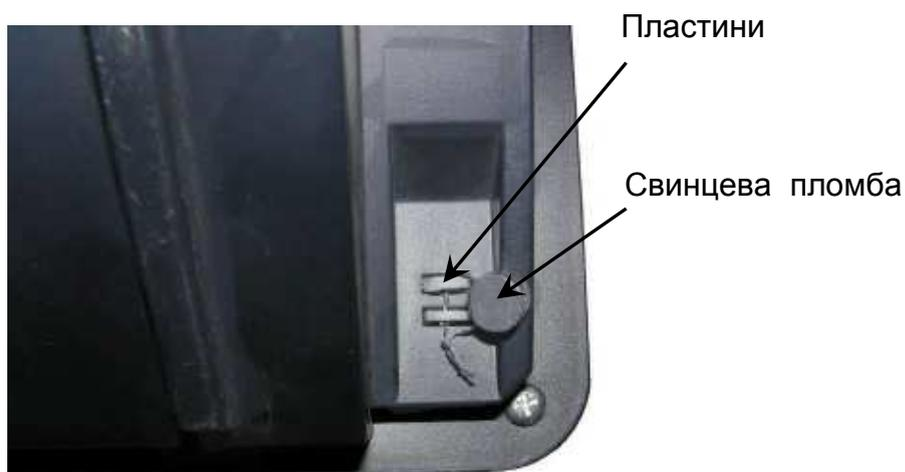

Рисунок 14
8.7 Місце пломбування модифікацій ваг СТЕ-...70 та СТЕ-...73 знаходиться у правому куті задньої кришки показувального пристрою, дивись рисунок 14. Протягнути металевий дріт через отвори в пластинах, а вільні кінці дроту через отвори свинцевої пломби. На пломбу ставиться відбиток повірочного тавра територіального органу Держспоживстандарту, що здійснював повірку (державну метрологічну атестацію) ваг.